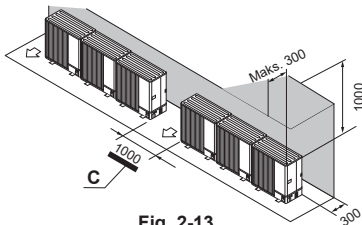

Fig. 2-13
- (2) Hindringer eller lukkede overflater kun bak og over (Fig. 2-13)
- C: Rom (Fig. 2-13)